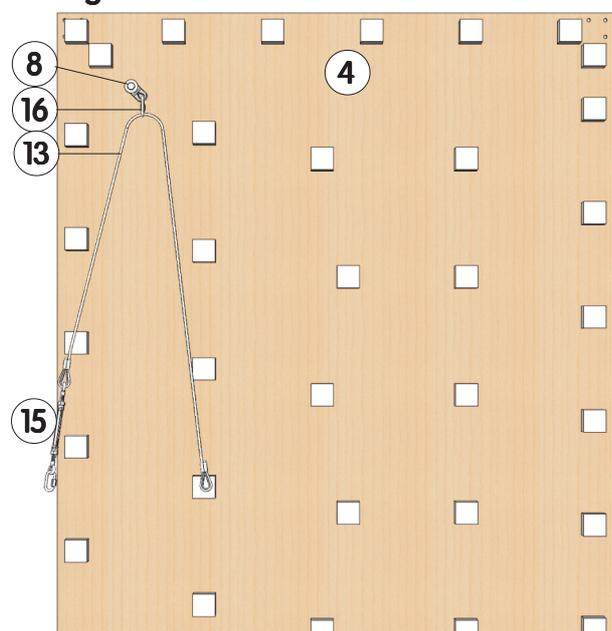

**Figure 18**
- Monter le plat d'haubantage **(8)** à l'aide de la visserie **(5)**, **(6)**, et **(7)**, sous chaque plaque suivant **Fig. 16**, en l'orientant à  $45^\circ$  suivant **Fig. 18**, avant de serrer pour bloquer sa rotation.